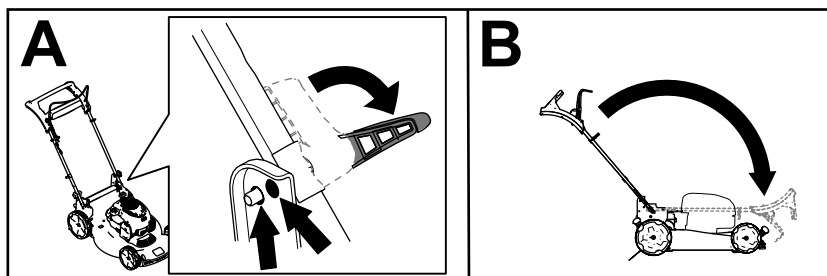

Figura 19
2. Decuplați închizătoarele mânerului până ce puteți mica mânerul superior liber (A din Figura 19)
3. Pliai mânerul în faă, către poziia înainte completă (B din Figura 19).